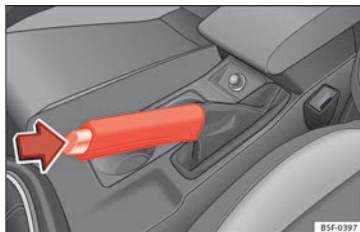

Fig. 189 Freno de mano entre los asientos delanteros.
– Tire con fuerza de la palanca del freno de mano hacia arriba » **fig. 189**.
– Tire ligeramente de la palanca hacia arriba, presione el botón de desbloqueo en la dirección de la flecha » **fig. 189** y baje completamente la palanca » **▲**.